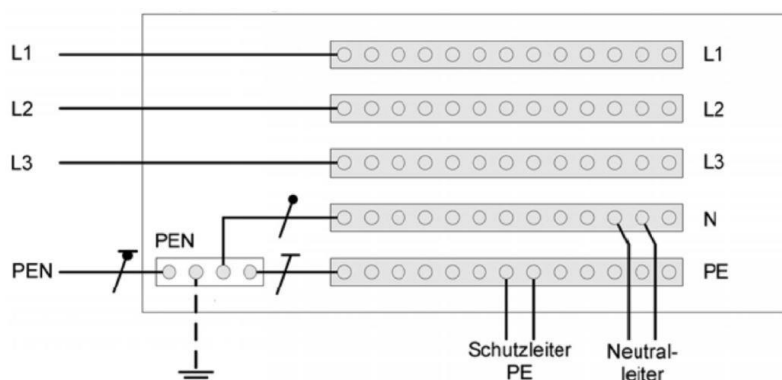

Bild 5: PEN Anschluss
Ab dem Übergang vom TN-C zum TN-C-S-System werden Schutzleiter (PE) und Neutraleiter (N) im weiteren Leitungsverlauf strikt getrennt geführt, und gemäß DIN VDE 0100-540 ist es nicht zulässig, den Neutraleiter im weiteren Leitungsverlauf mit irgendeinem anderen geerdeten Teil der Anlage zu verbinden oder wieder mit dem Schutzleiter zusammenzuführen. Der Aufteilungspunkt des PEN-Leiters ist mit der Erdungsanlage verbunden (siehe Bild 5)